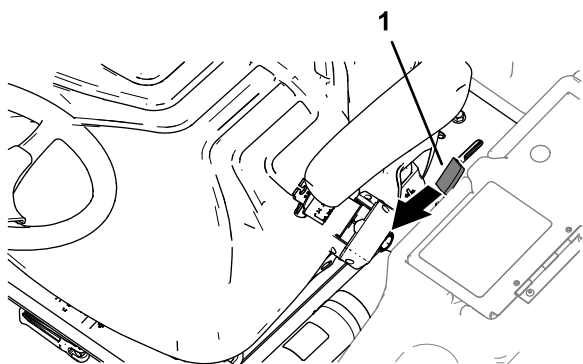

Figure 40
1. Déplacez la poignée de verrouillage de la plate-forme (Figure 40) vers l'avant de la machine jusqu'à ce que les crochets du verrou se désengagent de la barre de verrouillage.